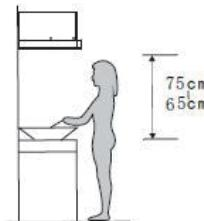

Abb. 1
1. Die Dunstabzugshaube sollte in einem Abstand von 65-75 cm von der Kochfläche aufgestellt werden, um die bestmögliche Leistung zu erzielen. Siehe Abb. 1.